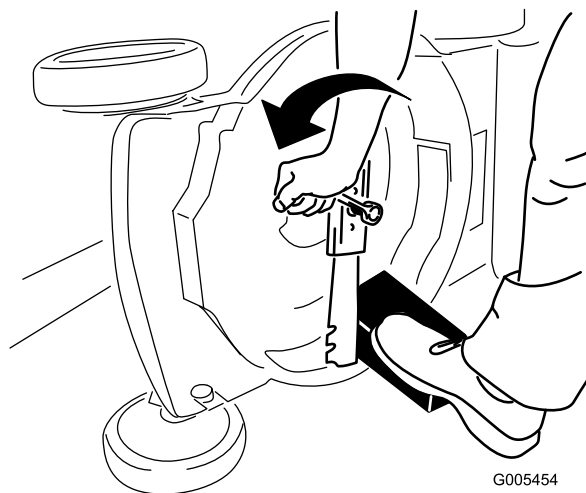

Figure 37
3. Immobilisez la lame avec un morceau de bois (Figure 37).
4. Déposez la lame mais ne jetez pas les fixations (Figure 37).